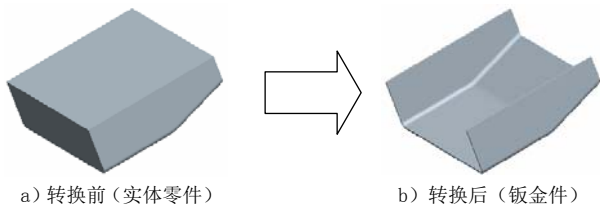

图 11.6.13 转换成第一钣金壁
Step5. 将实体零件转换成第一钣金壁，如图 11.6.13 所示。